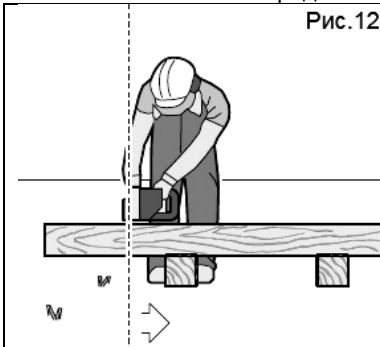

Рис.12
- Укладывайте ствол, как это показано на рисунке, и обеспечьте его опору так, чтобы распил не сужался, и пильная цепь не могла зажиматься (рис. 12).